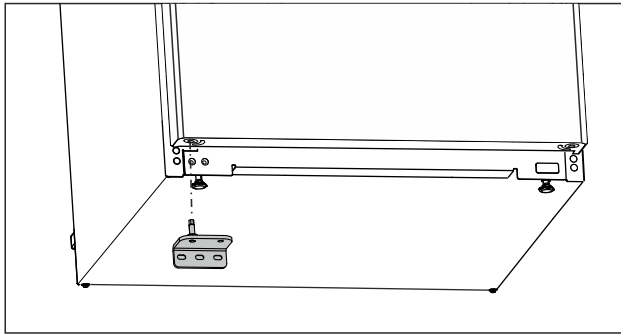

Fig. 25
- ▶ Вставте нижній опорний кронштейн із протилежного боку. (див. Fig. 25)